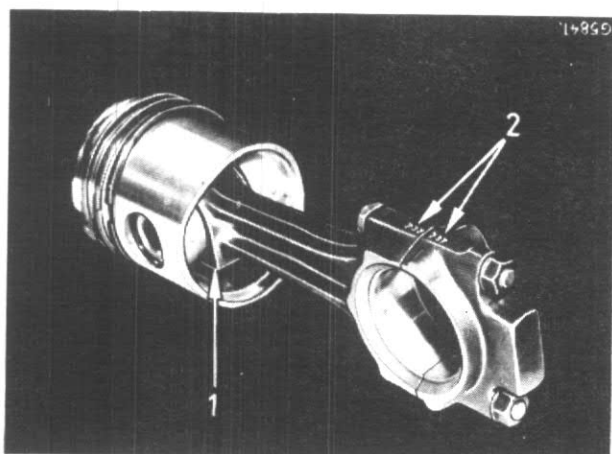

Figure 142
- a) Le bossage (1) fig. 142 doit être du côté de l'arbre à cames.
- b) Les chiffres d'appariement (2) doivent être alignés.